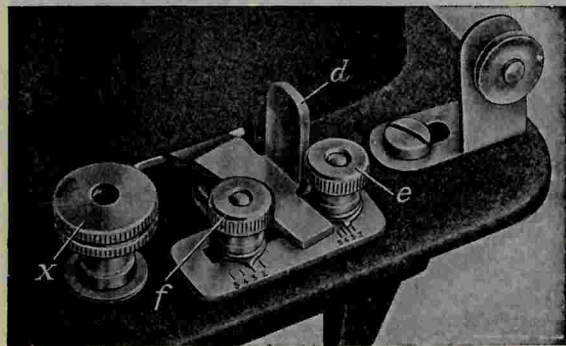

Abb. 30
3. Einstellung des Führungsdornes in der Stichplatte nach Abb. 30 derart durch Griff d, daß die rechtsstehende Nadel gerade noch über den Stoffrand in den Ausschnitt des Führungsdornes einsticht. Nun rückt man